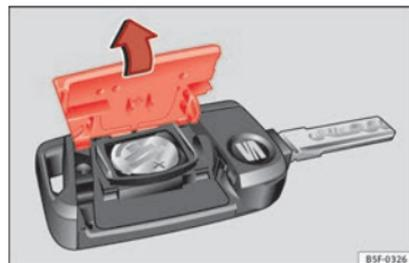

Fig. 132 Clé du véhicule : ouvrez le cache du logement des piles.
- Retirez le couvercle de la partie arrière de la clé du véhicule » fig. 132 dans le sens de la flèche » ①.
- Placez le couvercle comme indiqué » fig. 132, et appuyez-le sur le boîtier de la clé du véhicule dans le sens contraire de la flèche jusqu'à ce qu'il s'encastre.